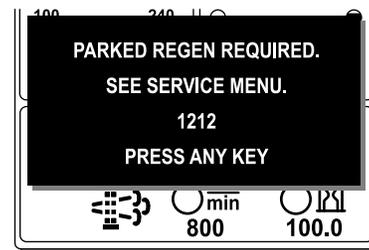

Рисунок 49
- Требуется стационарная регенерация информационное сообщение № 1212 (Рисунок 49)